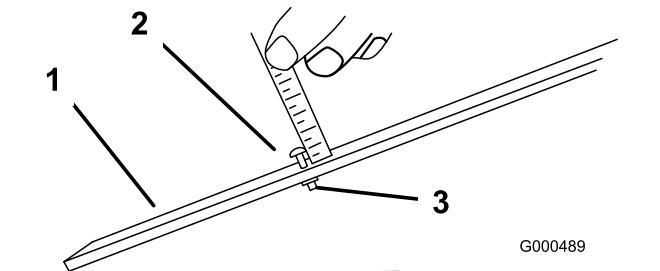

図 55
3. ゲージバー図 55 のナットをゆるめ、調整ねじを希望の刈り高に合わせるねじ頭の下からバーの表面までの距離が刈り高となる。